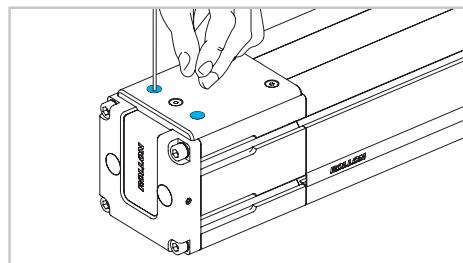

Fig. 3
- 3) Sganciare la piastra sulla testata folle allentando solo le 4 viti esterne (Fig. 3).